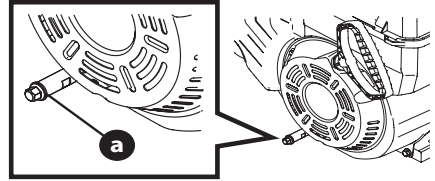

Figure 9
NOTE : Le bouchon peut se trouver sur le devant ou à l'arrière du bloc-moteur ou être un tube, selon le modèle du moteur. Figure 9. La Figure 4 à la page 44 représente des exemples.
- Nettoyez la surface autour du bouchon de vidange (a). (Figure 9).
- Retirez le bouchon. (Figure 9).